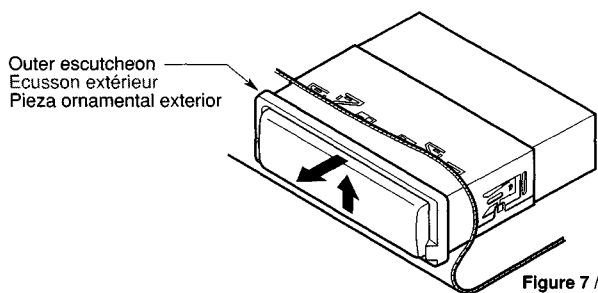

Figure 7 / Figure 7 / Figura 7
2. Press the outer escutcheon upward and remove it. (Figure 7)
2. Presser l'écusson extérieur vers le haut et le retirer. (Figure 7)